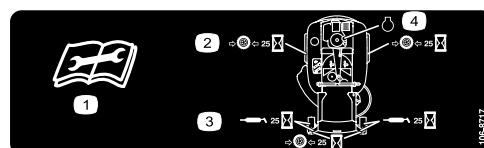

Figura 24
3. Pulite i raccordi d'ingrassaggio (Figura 23 e Figura 24) con un cencio, e togliete eventuali tracce di vernice davanti ai raccordi.
4. Collegate un ingassatore a pressione a ciascun ingassatore (Figura 23 e Figura 24). Pompatate del grasso nel raccordo finché non inizia a fuoriuscire dai cuscinetti.